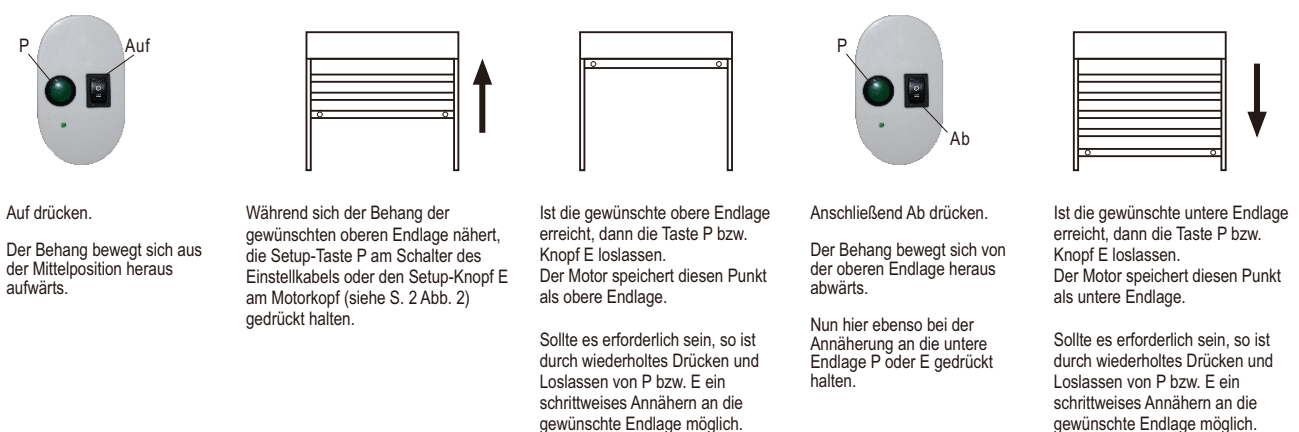

Abb. 6
- Die manuelle Einstellung wird ebenfalls aus der Mittelposition heraus gestartet - siehe hierzu Abb. 6